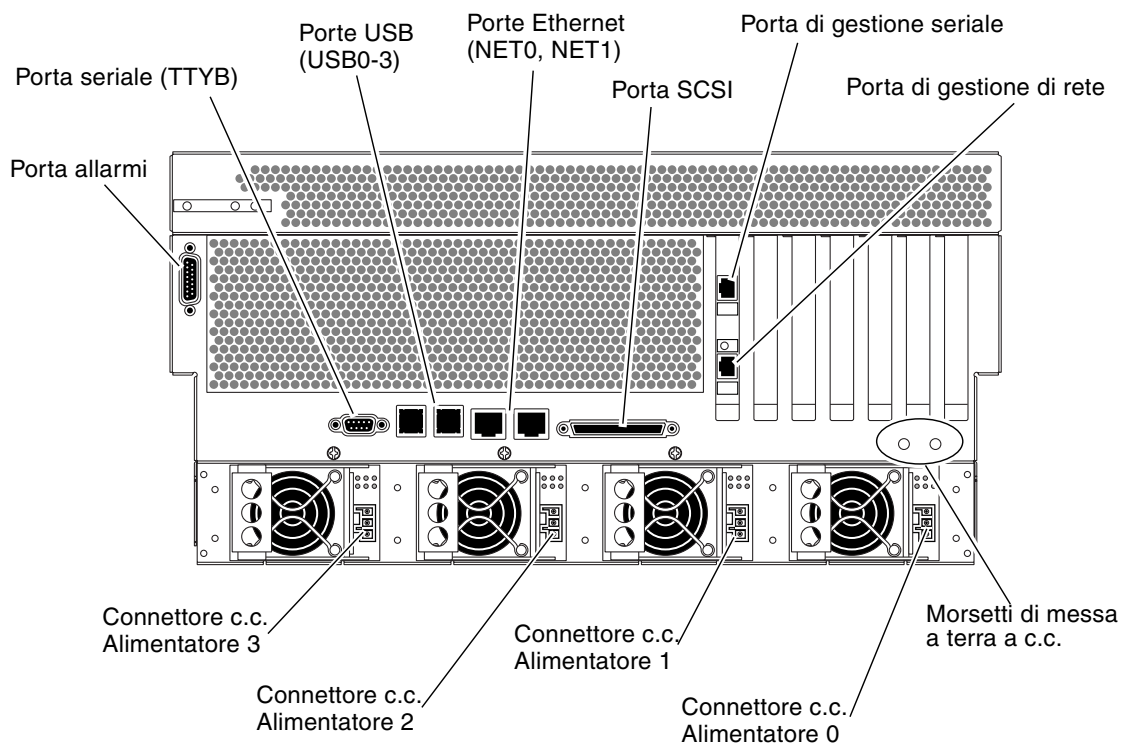
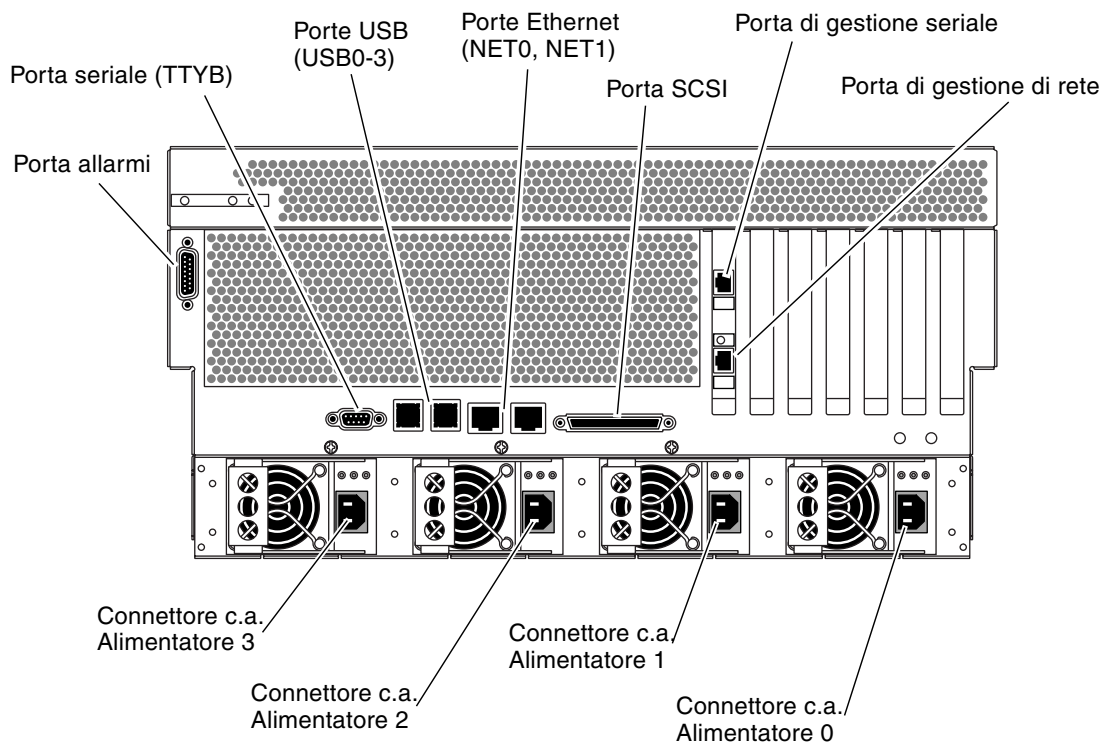

FIGURA 4-1 Funzioni del pannello posteriore (versione a c.c.)
FIGURA 4-2 Funzioni del pannello posteriore (versione a c.a.)
La FIGURA 4-1 mostra la versione a c.c. del pannello posteriore del server Netra 440 ed identifica i connettori dell'alimentazione a c.c. e le porte I/O. La FIGURA 4-2 mostra la versione a c.a. del pannello posteriore del server Netra 440 ed identifica i connettori dell'alimentazione a c.a. e le porte I/O.
2. Sul retro del server, individuare i due morsetti di messa a terra c.c. (vedere la FIGURA 4-1).
Per indicazioni sulla posizione di queste porte, vedere la FIGURA 4-1. Le sezioni seguenti riportano le piedinature di questi connettori.